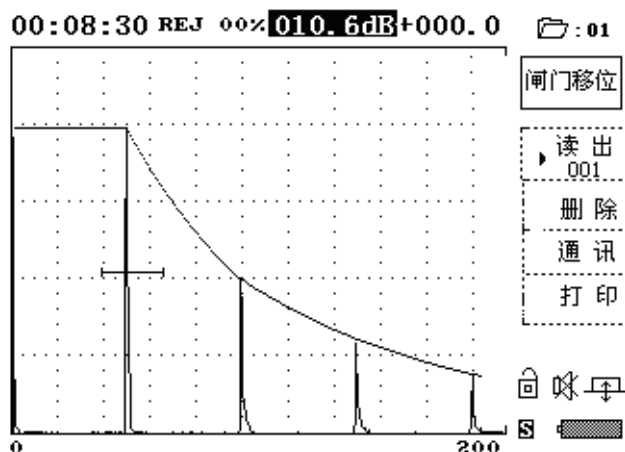

图 4.8.2
- ① 按 **功能** 键返回主功能菜单，再按“输出”对应的  键进入输出子功能菜单。
- ② 输入存储区编号后，按 **确认** 键或“读出”对应的  键，仪器读出该存储区编号内的波形图，并显示到屏幕上。如读出后在屏幕上无波形图显，则该编号内未存数据。见图 4.8.2